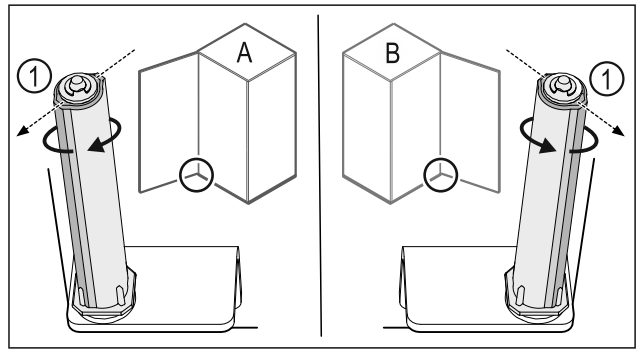

Fig. 35 Μεντεσέδες αριστερά (A) / Μεντεσέδες δεξιά (B)
- ▶ Περιστρέψτε το σύστημα κλεισίματος κόντρα στην αντίσταση, μέχρι ο κορμός του συστήματος κλεισίματος Fig. 35 (1) να είναι στραμμένος προς τα έξω.